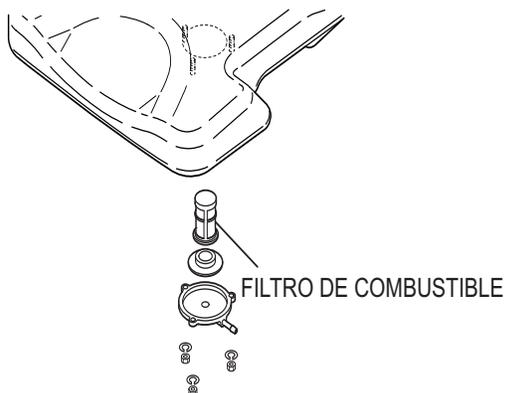

Figura 11. Filtro de combustible
- Retire el tapón del filtro de combustible y limpie el interior l del tanque de combustible (Figura 11).